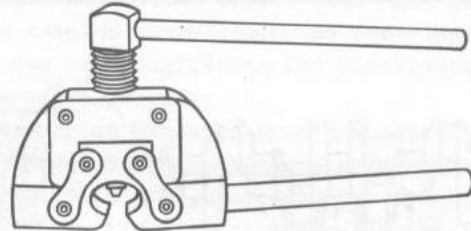

Bild 2-85. Austreibvorrichtung für Kettengliederachsen der Nockenwelle
- ein Kettenglied mit Hilfe einer Vorrichtung (Bild 2-85) trennen und die Länge der mit 14 kp Kraft auseinandergezogenen Kette prüfen. Die Länge von 50 Gliedern soll nicht größer als 480 mm sein.